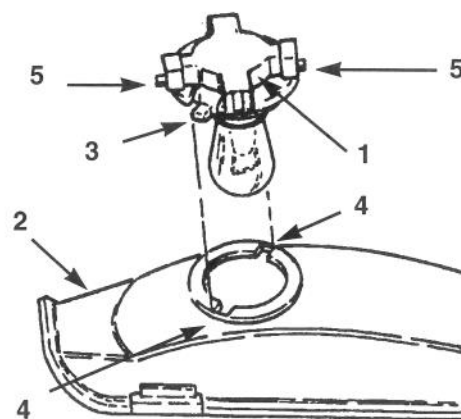

Figure 17
3. Tourner le porte-ampoule d'1/4 de tour dans le sens horaire et le déposer du réflecteur (Fig. 17).
2. Le porte-ampoule est muni de deux languettes (Fig. 17). Aligner les deux languettes avec les encoches du réflecteur, installer le porte-ampoule dans le réflecteur et lui donner 1/4 de tour dans le sens horaire jusqu'à ce qu'il s'arrête.